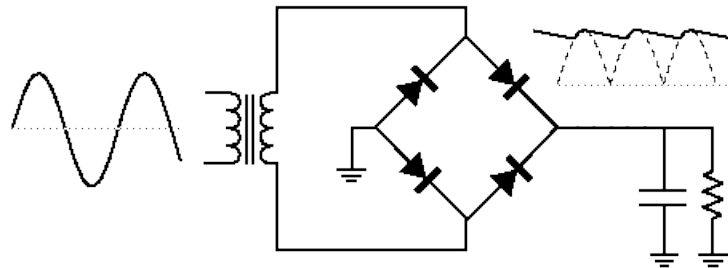

Figure 5: Circuits de redressement onde-pleine
1. Montez le circuit de la figure 5 en utilisant le transformateur, $R = 10\text{k}\Omega$ et $C = 1\text{ }\mu\text{F}$. Produisez un signal d'entrée sinusoïdal avec $V = 10\text{ V}$ et $f = 1\text{ kHz}$ avec le générateur d'onde, et observez le signal de sortie.